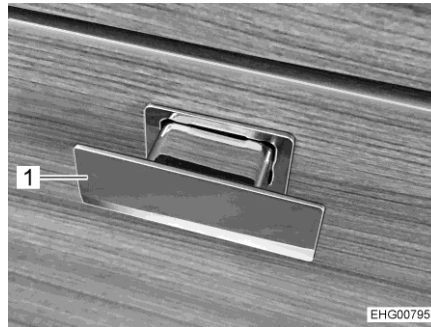

Bild 67 Skåplucka med tryckhandtag
- Tryck på tryckhandtaget (Bild 67,1). Tryckhandtaget skjuts ut.